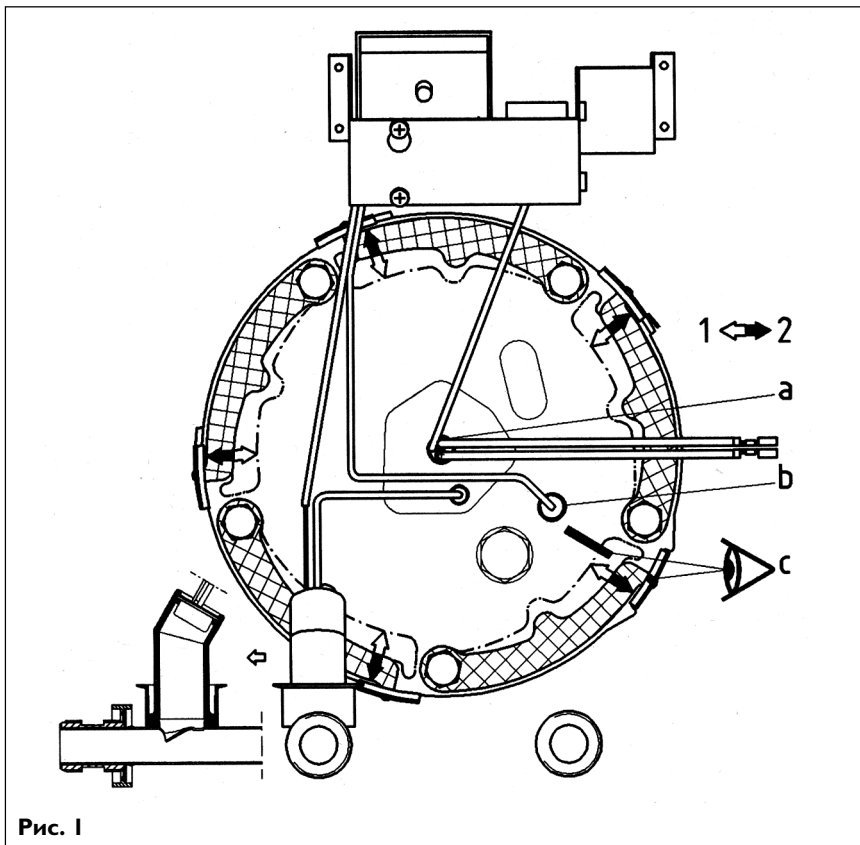

Рис. 1
- Установите нагревательный фланец и новое уплотнение (артикул номер 08 53 68) (см. рис. 2). Обратите внимание на поз. с рис. 1.